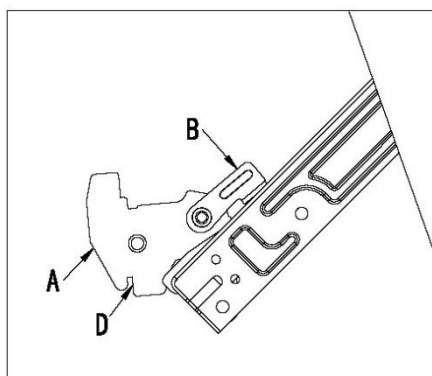

Abb. 11-1
- Öffnen Sie die Tür vollständig und heben Sie die beiden Hebel "B" an (Abb. 11-1);